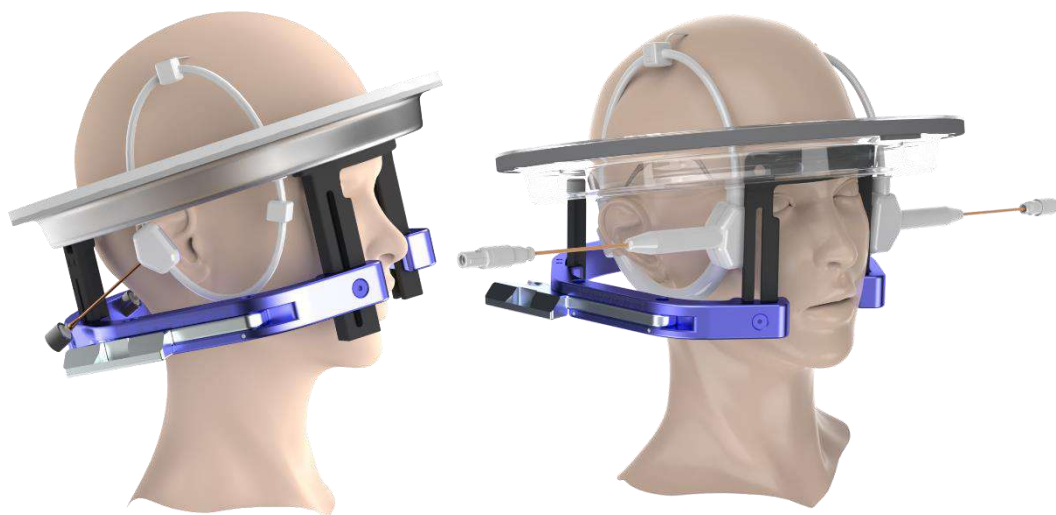
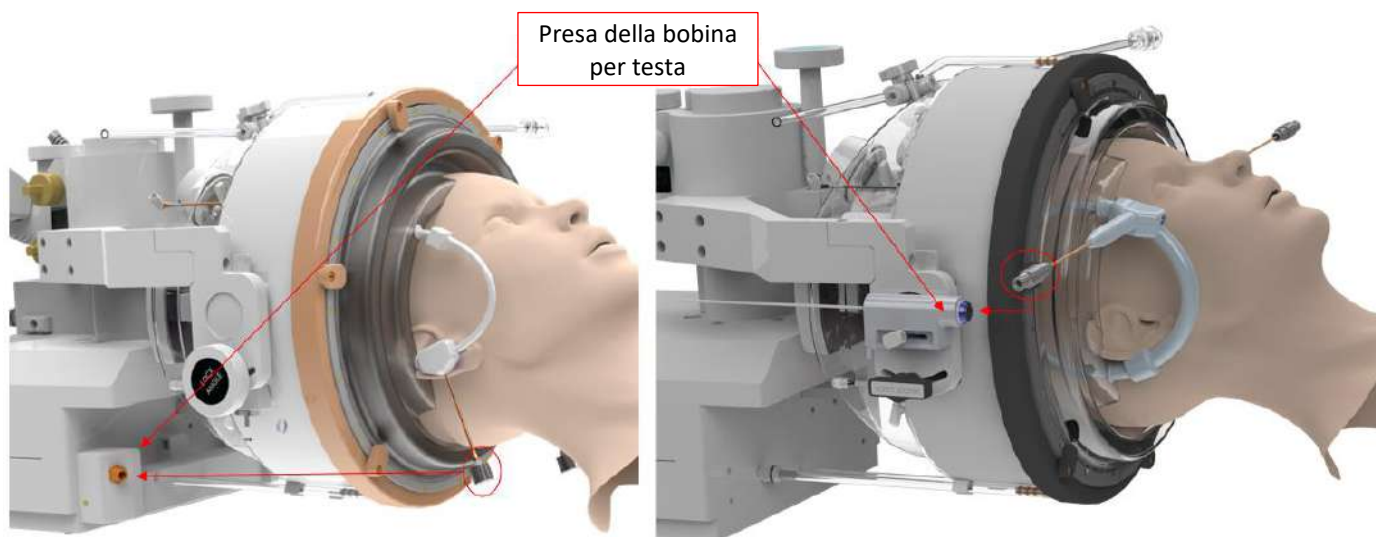

Figura 3-7. Esempi di posizioni delle membrane paziente
Figura 3-8. Esempi di disposizione delle membrane paziente in base alla posizione della presa della bobina per testa.
- Per le membrane con una bobina per testa integrata: Assicurarsi che i connettori della bobina per testa siano in una posizione compatibile rispetto alla posizione della presa della bobina del trasduttore (vedere **Figura 3-7** e **Figura 3-8**).
7. Se applicabile: collegare la bobina per testa (vedere **Figura 3-8**).